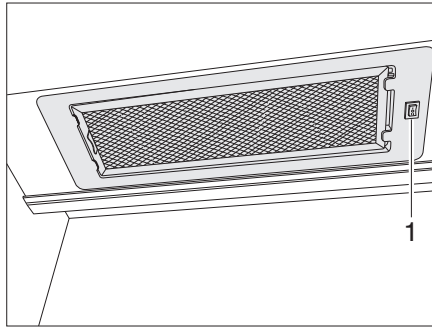

Bild 137 Dunstabzug
- Den Dunstabzug mit dem Schalter (Bild 137,1) ein- und ausschalten.